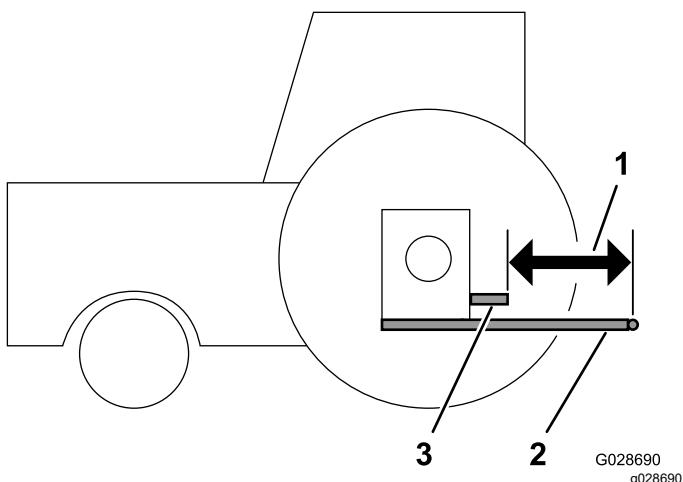

Рисунок 9
- Поместите поверочную линейку на концы продольных рычагов, чтобы определить расстояние между ними и торцом выходного вала механизма отбора мощности (Рисунок 9).
- Измерьте расстояние между концом выходного вала механизма отбора мощности и точкой крепления нижних продольных рычагов (Рисунок 9). Запишите измеренное значение здесь: